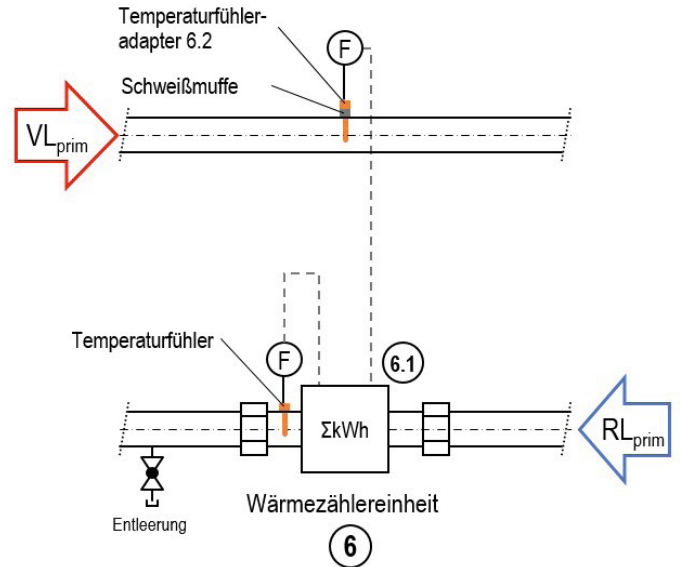
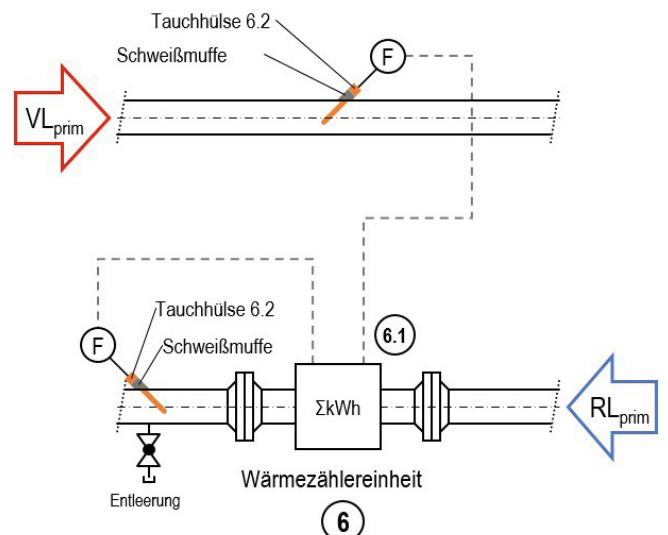

Abbildung 3: Einbauvorschrift Wärmehählereinheit Qp 1,5 / Qp 2,5, geschraubte Ausführung
Abbildung 4: Einbauvorschrift Wärmehählereinheit ab Qp 3,5, geflanschte Ausführung, 45° geneigt
- o Die Schweißmuffen sind bei Wärmehählereinheiten Qp 1,5 m3/h und 2,5 m3/h, beide senkrecht (90°) und bei Wärmehählereinheiten Qp 3,5 m3/h, 6 m3/h, 10 m3/h, 15 m3/h, alle schräg (45°) zur Rohrachse gegen die Flussrichtung, bei 25 m3/h, 40 m3/h und 60 m3/h, alle senkrecht (90°) zur Rohrachse einzuschweißen. (siehe Abbildung 3 und Abbildung 4)